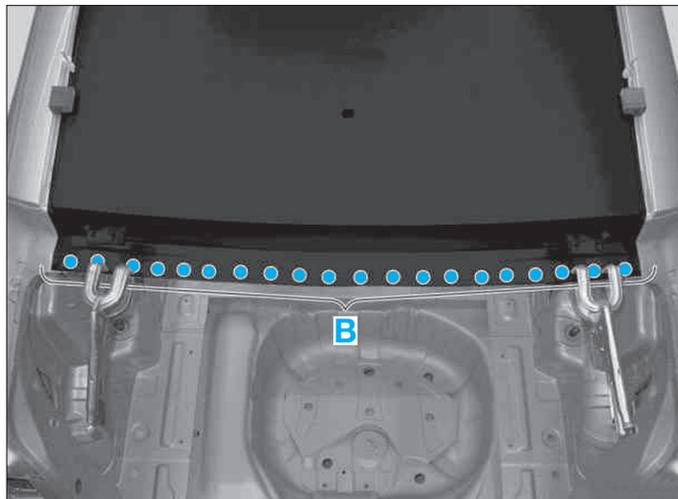

FIG. 95
- Véhicule avec toit ouvrant, souder le pavillon, zone (E).
- Souder le pavillon, zone (B) (Fig.95).